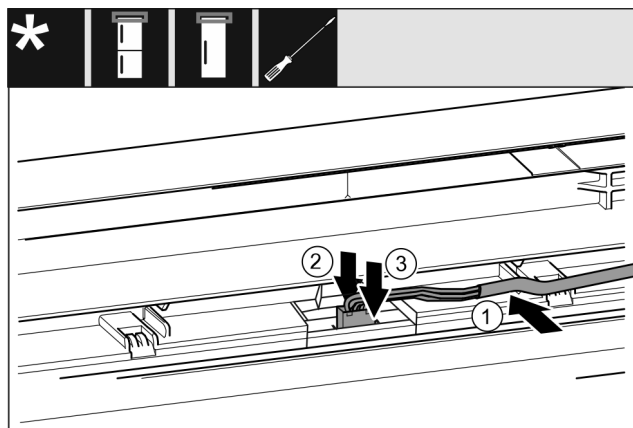

Fig. 32
- ▶ Šedý kabel vložte do vedení v horních dvířkách. *Fig. 32 (1)*
- ▶ Západku zatlačte dozadu *Fig. 32 (2)*
- ▶ Zaklapněte zástrčku. *Fig. 32 (3)*